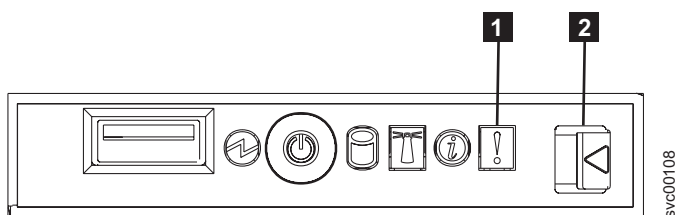

図 103. SAN ボリューム・コントローラー 2145-8F4 オペレーター情報パネル
1. SAN ボリューム・コントローラー 2145-8F2 または SAN ボリューム・コントローラー 2145-8F4 オペレーター情報パネル 上のエラー LED (図 103 を参照) が点灯または明滅していますか?